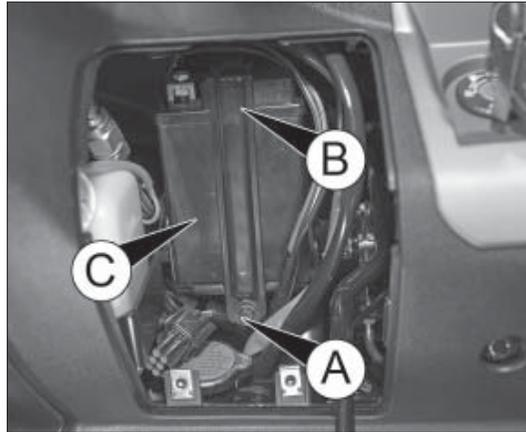

Abb. 9
- die Schraube A Abb. 9 abschrau-